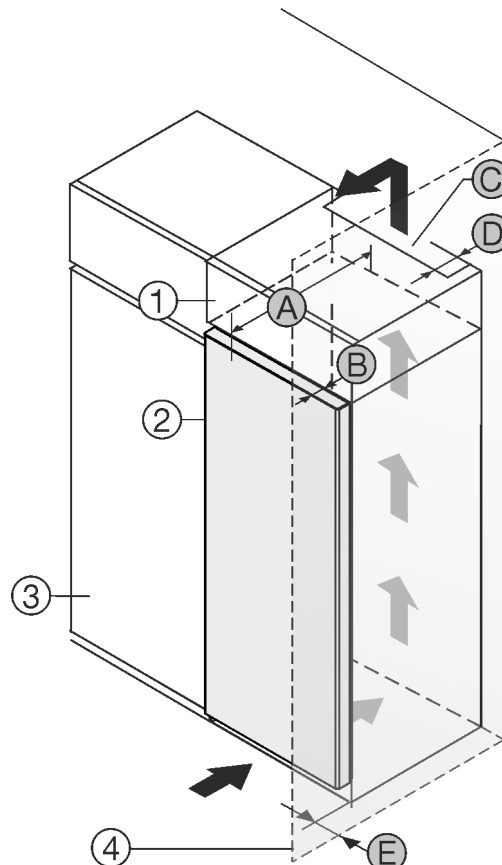

Fig. 1
Gerät direkt neben dem Küchenschrank Fig. 1 (3) aufstellen. An der Rückseite des Aufsatzschrankes muss ein Abluftschacht mit der Tiefe Fig. 1 (D) über die gesamte Aufsatzschrankbreite vorhanden sein.
Unter der Raumdecke muss der Entlüftungsquerschnitt Fig. 1 (C) eingehalten werden.
Wenn das Gerät mit den Scharnieren neben einer Wand Fig. 1 (4) aufgestellt wird, muss der Abstand zwischen Gerät und Wand mindestens 13 mm betragen.
Wenn das Gerät mit den Scharnieren neben einer Wand Fig. 1 (4) aufgestellt wird, muss der Abstand zwischen Gerät und Wand mindestens 20 mm betragen.
Um die Türe vollständig öffnen zu können, muss Gerät um die Türtiefe Fig. 1 (B) gegenüber der Küchenschrankfront vorstehen. Abhängig von der Tiefe der Küchenschränke Fig. 1 (3) und Verwendung von Wandabstandshaltern kann das Gerät weiter herausragen.